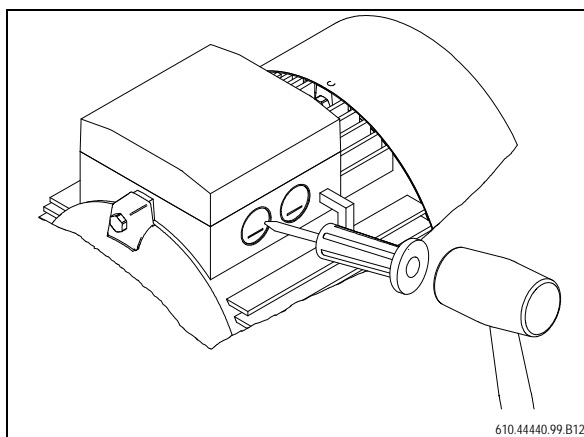

Рис. 11: Выбивание отверстий в клеммной коробке
- Удалите литейные корки и заглушки (Рис. 11, стр. 18).